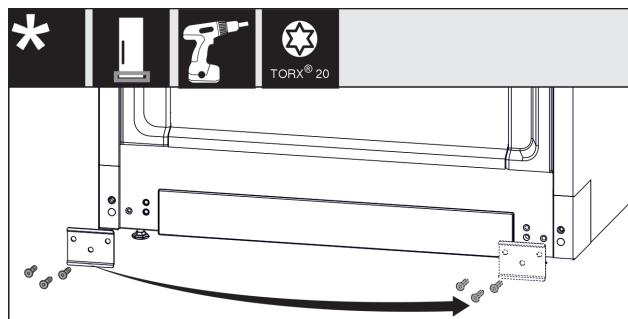

Fig. 12
- Odvijte pločevino, prestavite jo na drugo stran in nato znova privijte. Fig. 12 (1)